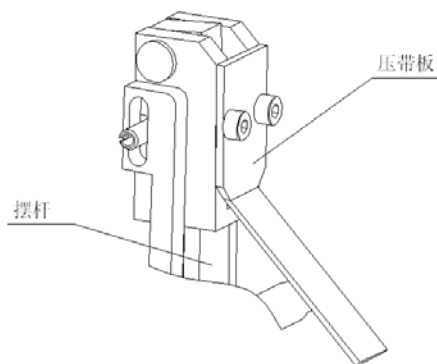

图 5-4
- e. 压带板太低（见图 5-4）：压带板是为穿带方便而设置的，但如果将其调得太低而与摆杆底面间隙太小，以至影响到带子自由进退时，就要产生送带不到位。此时应将压带板适当提高。